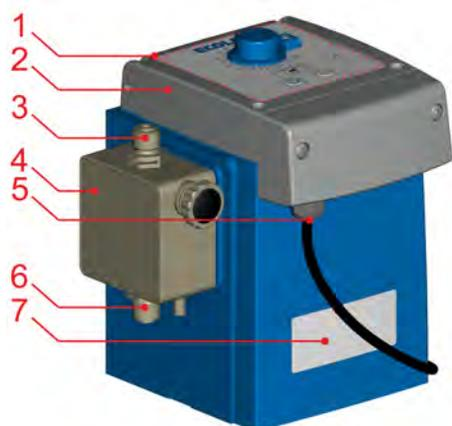

Fig. 3: Estructura «EcoPro»
La placa de características se encuentra en la parte inferior de la cara delantera de la bomba (Fig. 3, pos. 7) y se explica en el Capítulo 13.2 «Identificación del equipo / placa de características» en la página 77.